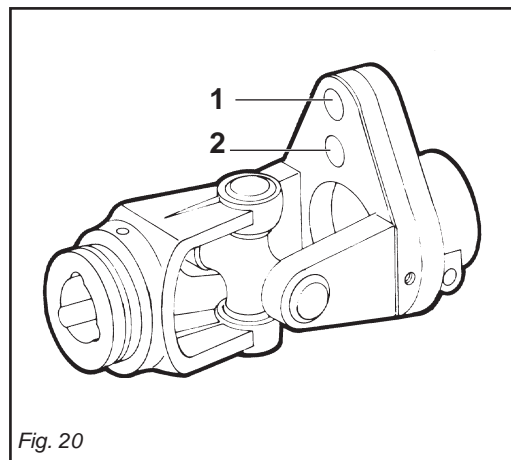

Fig. 20
Se tale bullone è inserito nel foro (2 Fig. 20) e si trancia ripetutamente, è consigliabile montarlo nel foro (1 Fig. 20).
*If the bolt, inserted in hole (2 Fig. 20), shears repeatedly, then we recommend inserting it in the hole (1 Fig. 20).*
Le limiteur engagé dans le joint de cardan, est équipé d'un boulon de sécurité pour un effort moyen. Si en présence d'obstacles particulièrement résistants ce boulon se casse, le remplacer par un boulon neuf aux mêmes dimensions et matériau. Si ce boulon est introduit dans le trou (2 Fig. 20) et se casse maintes fois, on conseille de le monter dans le trou (1 Fig. 20).
Wenn diese Mutterschraube in Öffnung (2 Fig. 20) eingefügt ist und sich wiederholt durchtrennt, raten wir sie in Öffnung (1 Fig. 20) zu montieren.
Si, debido a obstáculos sobremanera resistentes, se tronchara el perno, hace falta que se substituya con otro nuevo que tenga dimensiones y materiales iguales. Si el perno está introducido en el agujero (2 Fig. 20) y se tronchara muchas veces, se aconseja montarlo en el agujero (1 Fig. 20).